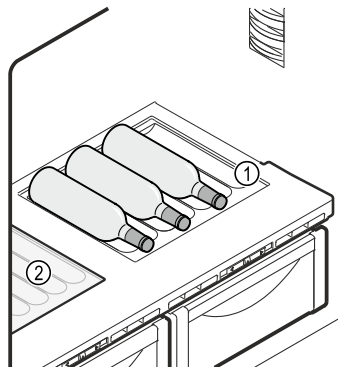

Fig. 57 Simbolična slika
- ▶ Dvignite stekleno ploščo ali obe stekleni plošči (1) pri odprtini spredaj in jo odstranite.
- ▶ Stekleno ploščo Fig. 57 (2) vložite pod prilagodljivo stojalo za steklenice.